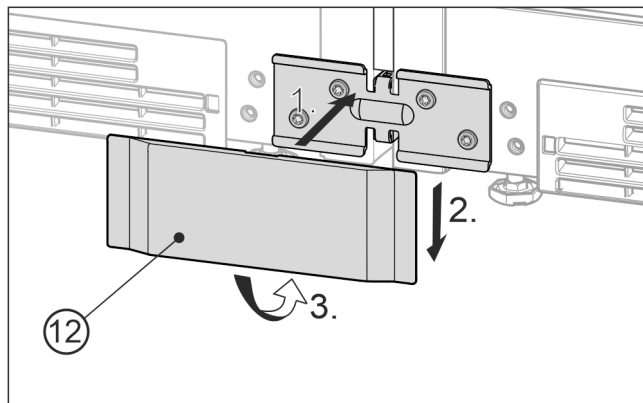

Fig. 25 Zobrazení příkladu
- ▶ Dolní kryt Fig. 25 (12) nasadíte zředu na úhelník Fig. 25 (1), zasuňte dolů Fig. 25 (2) a dole zatlačte do západek Fig. 25 (3).